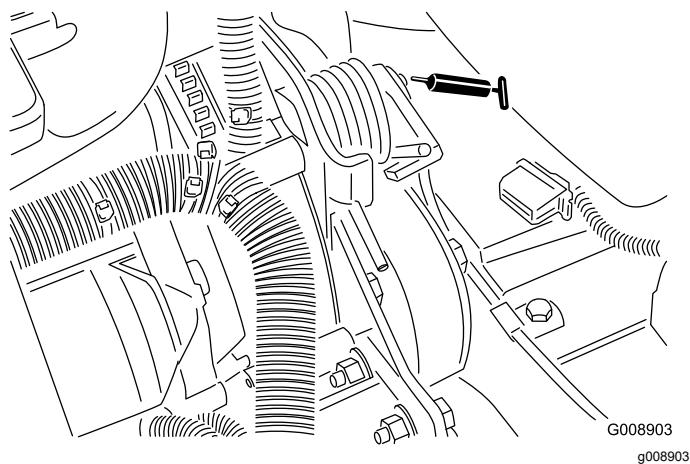

Figura 46
- Perno di tensionamento della cinghia (Figura 46)